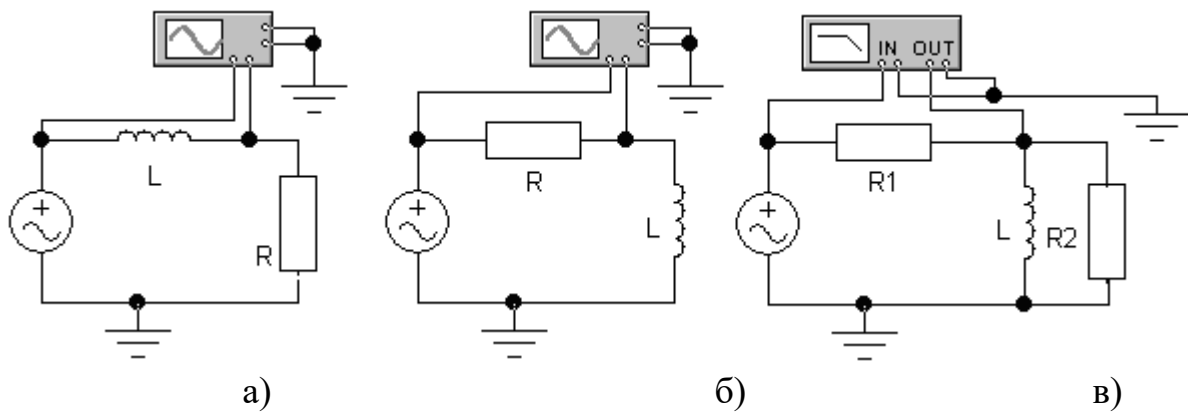

Рис. 1.
1.1. Розрахувати АЧХ та ФЧХ заданого електричного кола з зазначеними варіантами параметрів елементів (схеми електричних кіл наведені на рис. 1, а параметри елементів – в таблиці 1).
2.19*. Побудувати схему, представлену на рис. 1.в, або задану викладачем. Параметри елементів задати відповідно з таблицею. До входу схеми необхідно підключити функціональний генератор або будь – яке джерело змінної напруги, наприклад, джерело гармонічної напруги  з бібліотеки джерел живлення та сигналів . Настроювання цих елементів непотрібне, вони можуть мати будь – які параметри.